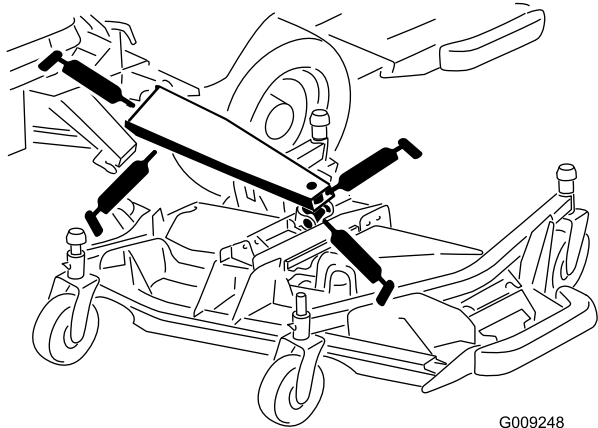

Figura 83
- 3 boccole del braccio di sollevamento principale (Figura 83)
- 1 boccola del cilindro di sollevamento (Figura 83)